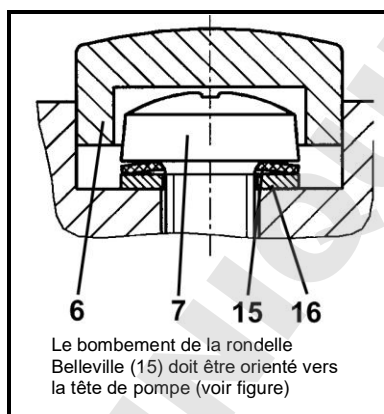

Fig. 11 : Orientation de la rondelle Belleville
2. Sur une tête de pompe, desserrer les deux cache-vis (6) à l'aide d'un petit tournevis puis desserrer les vis (7).
3. Séparer le couvercle de tête (4) de la culasse (1).
4. Enlever les plaques soupapes/joints (2) de la culasse (1).
5. Vérifier l'état de propreté des logements, de la culasse (1) et du couvercle de tête (4) et remplacer ces pièces en cas d'inégalités et de rayures.
6. Positionner les nouvelles plaques soupapes/joints (2) dans les logements au niveau de la culasse (1) ; les plaques soupapes/joints du côté du refoulement et de l'aspiration sont identiques et il en va de même pour le côté supérieur et le côté inférieur des plaques soupapes/joints.
7. Vérifier que le montage des plaques soupapes/joints (2) est libre de toute contrainte en leur appliquant un léger mouvement horizontal.
8. Placer le couvercle de tête (4) sur la culasse (1) conformément au repère tracé au crayon (M).
9. Vérifier le bon centrage du couvercle de la tête (4) en lui appliquant un léger mouvement latéral.
10. Relier entre eux le couvercle de tête (4) et la culasse (1) : Serrer les deux vis (7) (couple de serrage 70 Ncm).
i Voir la fig. 11 pour la disposition de la rondelle Belleville (15) et de la rondelle (16) ainsi que pour l'orientation de la rondelle Belleville.
11. Monter les cache-vis (6).